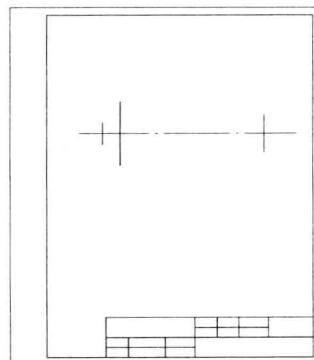

图1-27 画中心线、作图基准线
- ① 画中心线、作图基准线，确定图形位置，如图1-27所示。